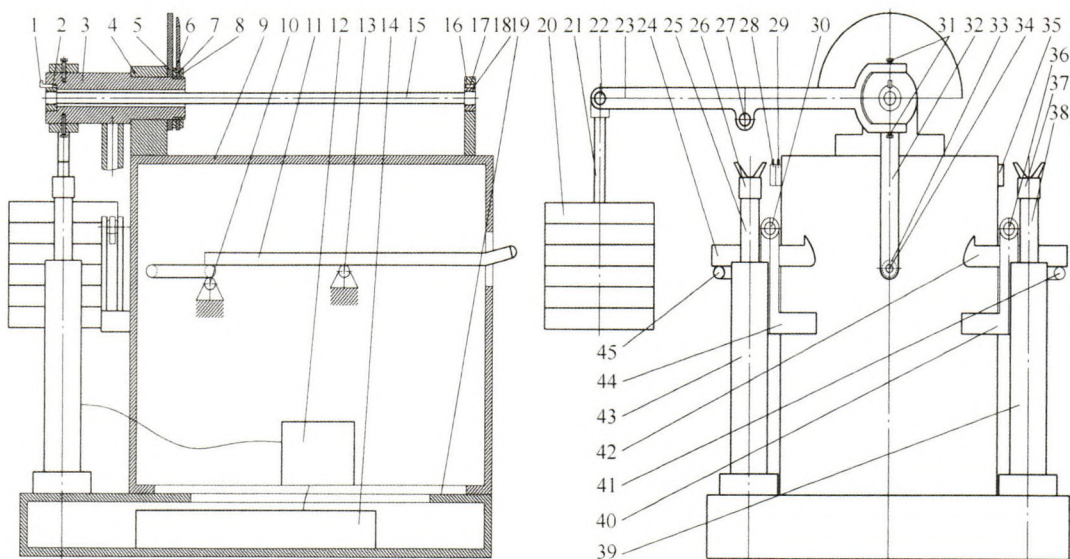

图1 检测设备结构
试验装置包括楔键、后花键套、回转座、后固定座、刻度盘、圆螺母、指针、前固定座、平键、前花键套、重锤、重锤杆、力臂、螺栓、小力臂、回转套和销轴;液压装置包括液压泵及调压阀、油箱、左右活塞杆、左右接头、左右手动换向阀、开关座、左右液压缸;控制装置包括支架、手柄杆、左右拉钩、左右销轴、左右杠杆和左右固定架;机体装置包括底座和床身。其结构如图1所示。设备特点如下:
1) 根据扭杆弹簧15的旋向调整力臂23的方向，图1所示方向是试验右扭杆弹簧，如是左扭杆弹簧则需松开螺栓31，把力臂24转动180°后再并紧螺栓31；根据扭杆弹簧15的直径大小及长短，更换合适的后花键套2和前花键套18并移动前固定座16到合适的位置；根据扭杆弹簧15模拟装车角度大小，更换右接头26，如是左扭杆弹簧则更换左接头37；根据扭杆弹簧15扭矩大小调整重锤重量。